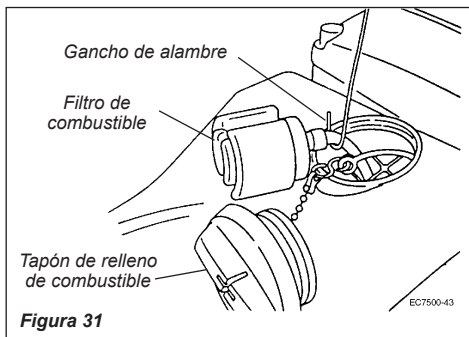

Figura 31
2. Extraiga el filtro de la boca de repostaje con un alambre doblado en forma de gancho. Si el filtro está duro y atascado de suciedad, sustitúyalo por uno nuevo. Ver la Figura 31